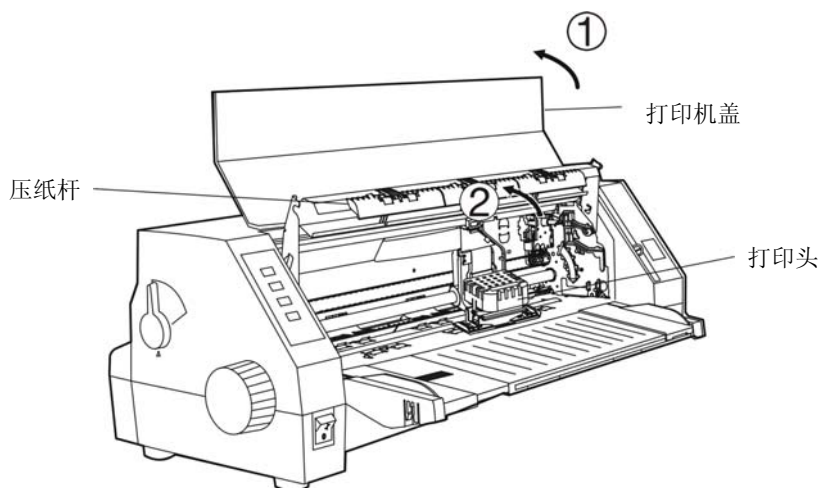

图 2-7 打开打印机盖
3. 向外拉起压纸杆，将其置于打印机前上方（如图 2-7 所示）。